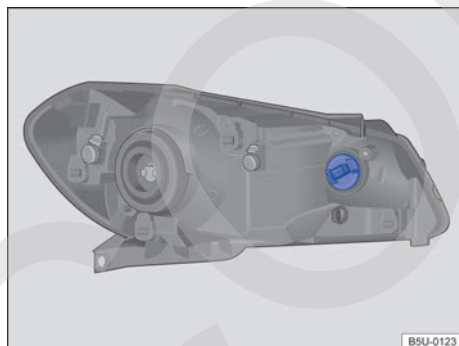
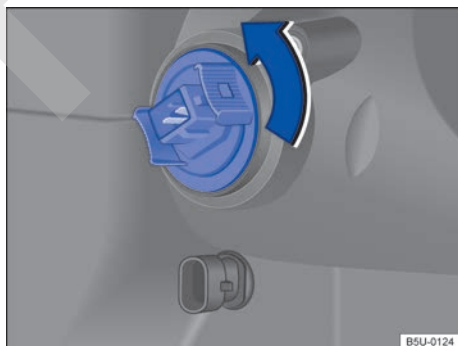

Fig. 172 En el compartimento del motor: ubicación de la lámpara incandescente del Indicador de dirección delantero.
Fig. 173 Portalámparas incandescente del Indicador de dirección delantero.
4. Girar el portalámparas ⇒ fig. 172, en el sentido de la flecha ⇒ fig. 173, y desencajarlo del alojamiento.
9. Presionar el portalámparas hasta el batiente y girar en el sentido contrario al de la flecha ⇒ fig. 173.